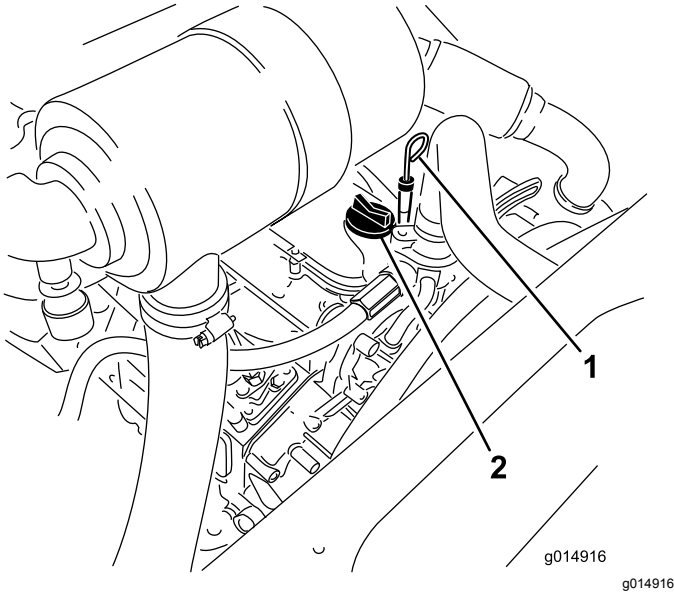

Figura 31
- Retire a vareta, limpe-a e volte a colocá-la (Figura 31).
- Se o nível de óleo se encontrar abaixo da marca CHEIO da vareta, retire a tampa de enchimento (Figura 31) e adicione óleo até que o nível atinja a marca CHEIO. **Não encha demasiado.**